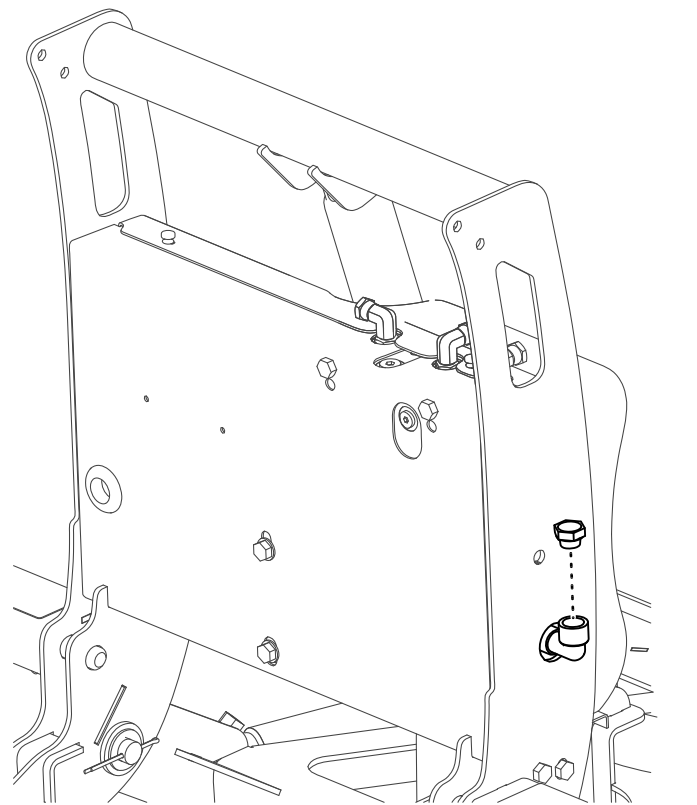

Figura 9
3. Retire el tapón de llenado del codo del depósito hidráulico (Figura 9).